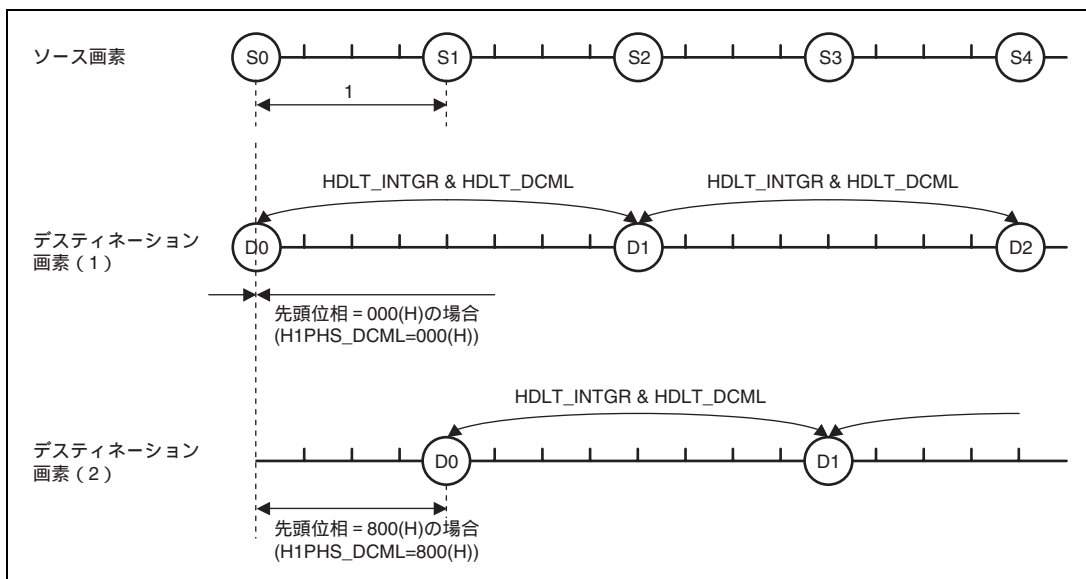

図28.34 縮小サイズ (1/2 倍) 時の先頭位相の設定例
図 28.34 内の S0 ~ S4 はソース画素を、D0 ~ D2 はそれぞれの倍率において内挿されるデスティネーション画素を示しています。デスティネーション画素(1)は先頭位相を 0(H)に設定した場合、デスティネーション画素(2)は先頭位相を 800(H)に設定した場合のデスティネーション画素の内挿される位相を示しています。
先頭位相の小数部 (H1PHS_DCML ビットおよび V1PHS_DCML ビット) には、ソース画素間隔を "1" とした場合の割合を設定します。図 28.34 のデスティネーション画素(1)は、先頭位相 (H1PHS_DCML) = 000(H) の場合のデスティネーション画素の内挿位置を表しており、先頭画素(D0)は位相 0 の位置に生成されます。デスティネーション画素(2)は、先頭位相 (H1PHS_DCML) = 800(H) の場合のデスティネーション画素の内挿位置を表しており、先頭画素(D0)は先頭位相 (H1PHS_DCML) 分だけ進んだ位置に内挿され、それ以降は先頭位相を保ったまま内挿されます。